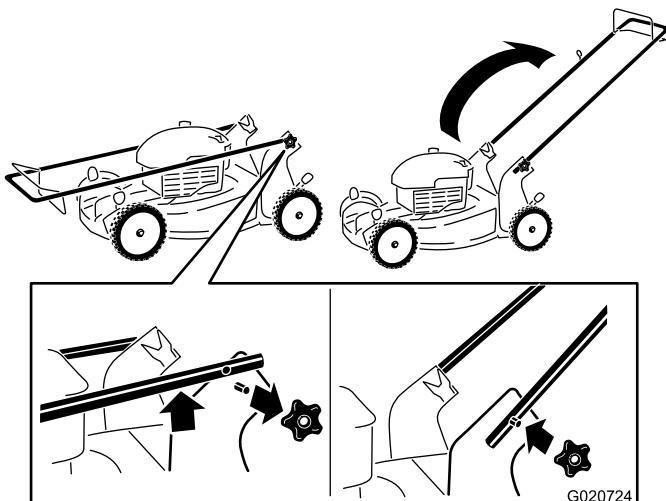

Рисунок 3
- Снимите круглые рукоятки с корпуса машины (Рисунок 3).